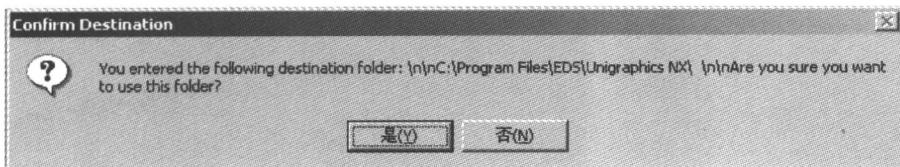

图 1-5 确定安装目录对话框
- 系统弹出如图 1-5 所示提示菜单,确定安装目录,然后单击“是(Y)”按钮。